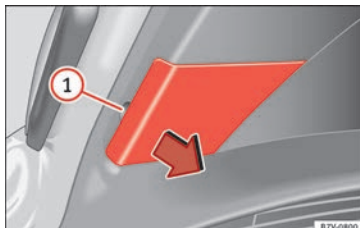

Abb. 111 In der Heckklappe: Abdeckung abnehmen.
2. Mit der flachen Klinge des Schraubendrehers aus dem Bordwerkzeug (» **Abb. 100**) die Abdeckung an der Aussparung » **Abb. 111** ① vorsichtig abhebeln.